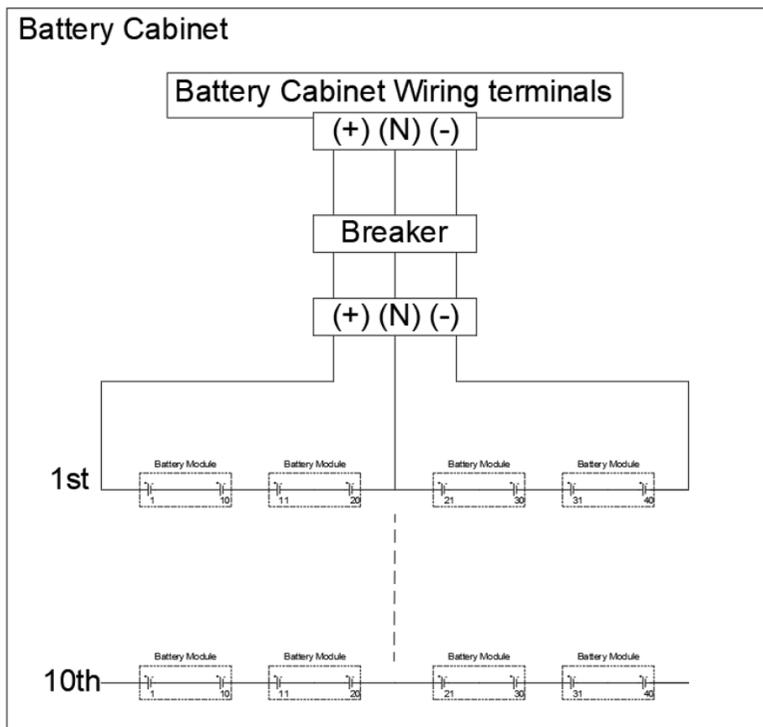

Abbildung 3-1: Konfiguration des Externen Batterieschranks
- Die Konfiguration des externen Batterieschranks entnehmen Sie **Abbildung 3-1**. Die Höchstzahl an Batteriesträngen ist 10.